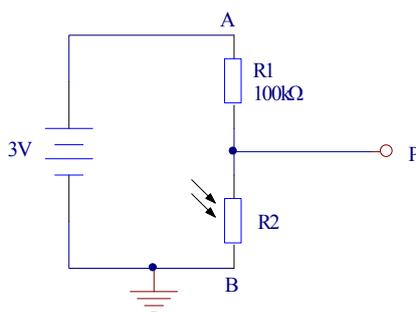

图 1-14 光敏电阻反映光线强度
**【例 1.2】光敏电阻反映光线强度：**分析一下图 1-14 所示电路中，电路节点 P 的电压是多少。